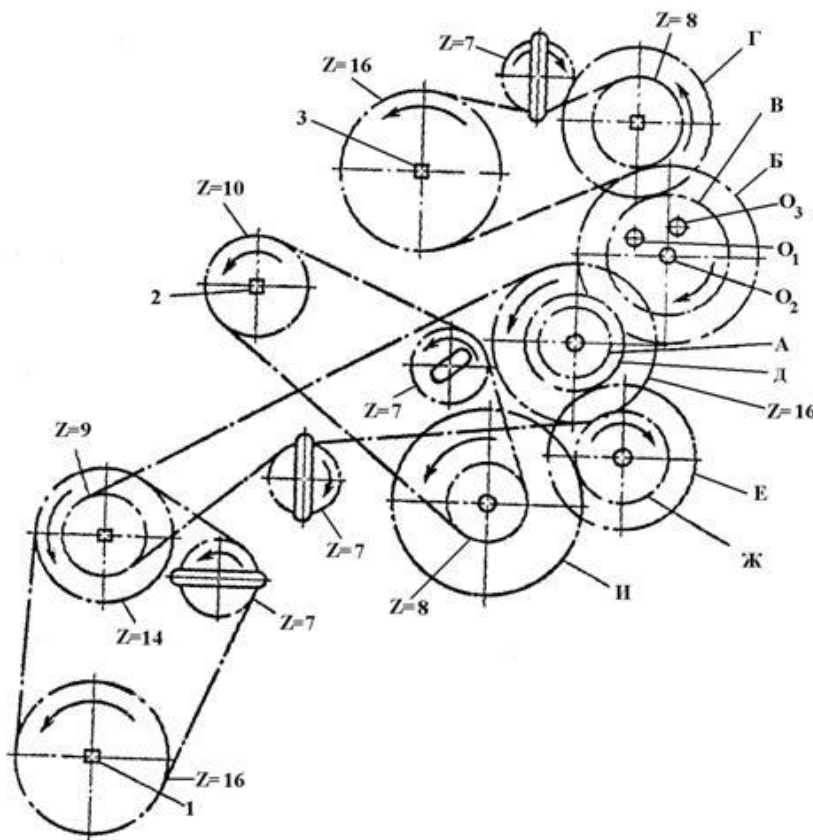

Рисунок 3 – Кинематическая схема сеялки СЗТ-3,6.
2. Подобрать набор зубчатых колес, соответствующий принятому передаточному отношению (рис. 3).
6. Взвесить мешочек и определить фактическую норму высева по формуле (1), умножив результат на 24.
- Кинематическую схему привода (рисунок 3);